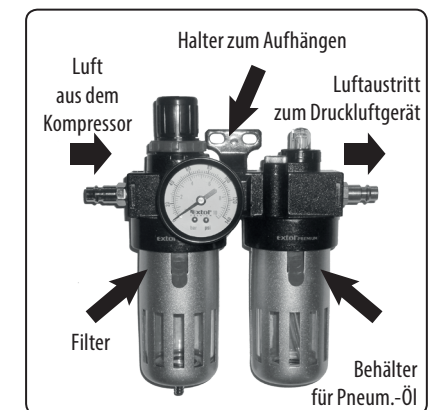

Abb. 9
2. Schließen Sie an den Eingang der Aufbereitungsanlage über einen Schlauch die Luft aus dem Kompressor an. Schließen Sie an den Ausgang der Aufbereitungsanlage einen Luftschauch an und die- sen an den Lufteingang an des Naglers, siehe Abb. 9.